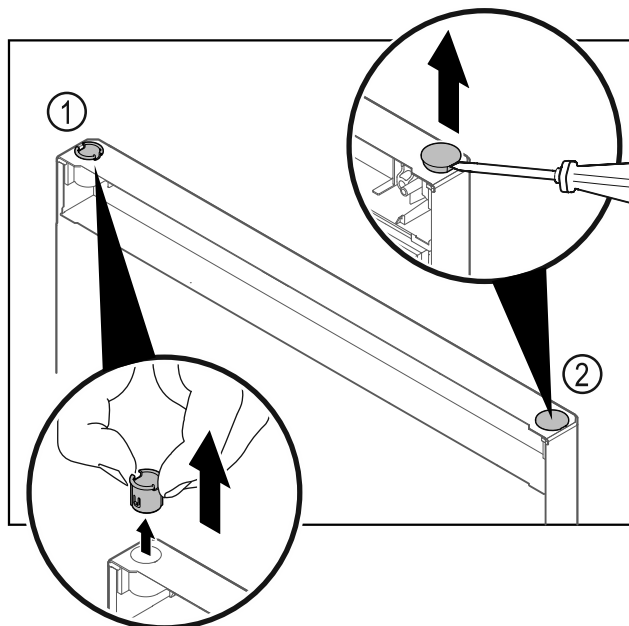

Fig. 26 Дверцята холодильного відділення
- ▶ Витягніть шарнірну втулку Fig. 26 (1) пальцями.
- ▶ За допомогою шліцевої викрутки обережно підніміть заглушку Fig. 26 (2) та витягніть її.